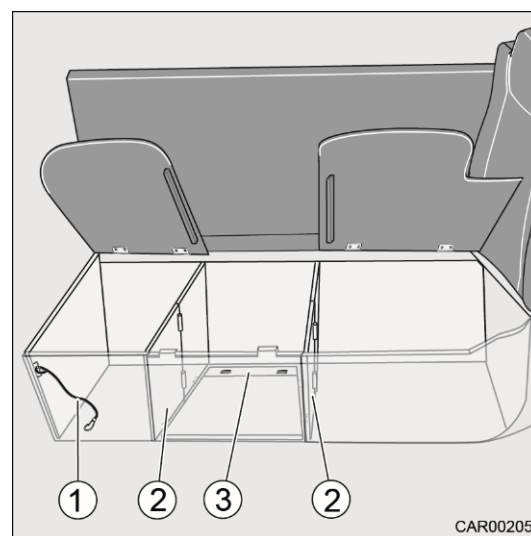

Fig. 25 Transformation du 5^e siége
6. Détendre le tendeur élastique (Fig. 25/1) tout en tenant le fond pliant (Fig. 25/3) avec la main.
7. Déplier prudemment le fond pliant (Fig. 25/3), le guider vers le bas et le poser sur l'entretoise.
8. Plier les éléments latéraux (Fig. 25/2) vers le milieu. Ce faisant, introduire les rainures dans les éléments latéraux (Fig. 25/2) dans les tenons du fond pliant (Fig. 25/3).